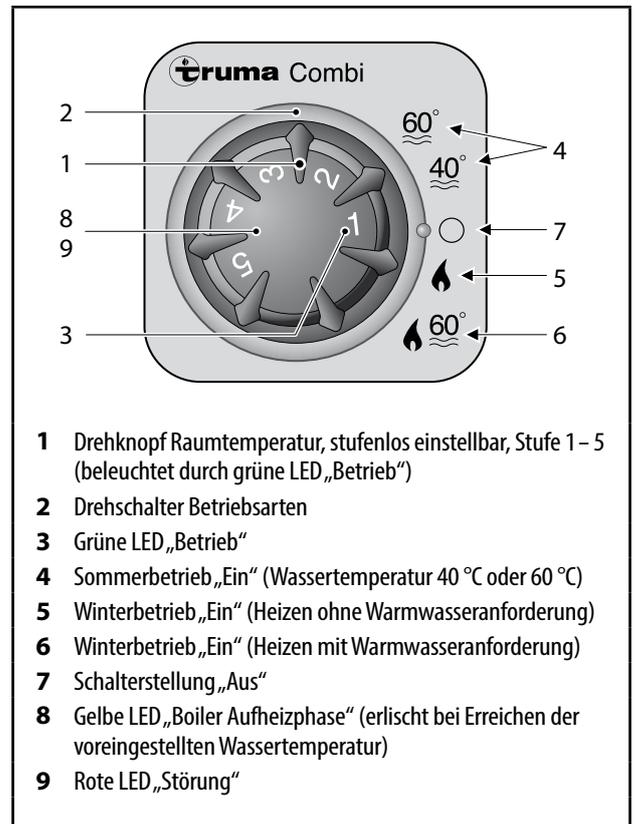

Abb. 74 Bedienteil Truma Combi
1. Drehschalter (Abb. 74, Pos. 2) in Stellung (Abb. 74, Pos. 6) stellen.
2. Drehknopf (Abb. 74, Pos. 1) in die gewünschte Thermostatstellung 1–5 für die Raumtemperatur drehen. Die grüne Kontrolllampe „Betrieb“ (Abb. 74, Pos. 3) leuchtet und zeigt die Stellung der eingestellten Raumtemperatur. Nach Erreichen der eingestellten Raumtemperatur schaltet der Brenner auf die kleinste Stufe zurück und das Wasser im Boiler wird auf eine Temperatur von 60 °C aufgeheizt.
Die gelbe Kontrolllampe „Boiler Aufheizphase“ (Abb. 74, Pos. 8) zeigt die Aufheizphase an und erlischt bei Erreichen der Wassertemperatur.
1. Drehschalter (Abb. 74, Pos. 2) in Stellung (Abb. 74, Pos. 5) stellen.
2. Drehknopf (Abb. 74, Pos. 1) in die gewünschte Thermostatstellung 1–5 für die Raumtemperatur drehen. Die grüne Kontrolllampe „Betrieb“ (Abb. 74, Pos. 3) leuchtet und zeigt die Stellung der eingestellten Raumtemperatur. Nach Erreichen der eingestellten Raumtemperatur schaltet die Heizung ab. Bei gefülltem Boiler wird das Wasser automatisch mit beheizt.
In dieser Betriebsstellung leuchtet die gelbe Kontrolllampe „Boiler Aufheizphase“ (Abb. 74, Pos. 8) nur bei Wassertemperaturen von unter 5 °C.
2. Drehknopf (Abb. 74, Pos. 1) in die gewünschte Thermostatstellung 1–5 für die Raumtemperatur drehen. Die grüne Kontrolllampe „Betrieb“ (Abb. 74, Pos. 3) leuchtet und zeigt die Stellung der eingestellten Raumtemperatur. Nach Erreichen der eingestellten Raumtemperatur schaltet die Heizung ab.
1. Drehschalter (Abb. 74, Pos. 2) in Stellung (Abb. 74, Pos. 7) \bigcirc stellen.